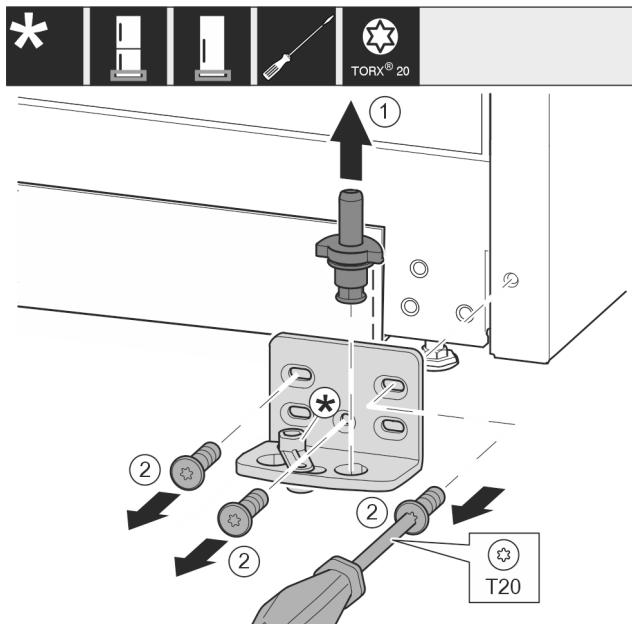

Fig. 13
- Ležajni sornik Fig. 13 (1) v celoti izvlecite v smeri navzgor.
- Odvijte vijke Fig. 13 (2) z izvijačem in snemite ležajni podstavek.